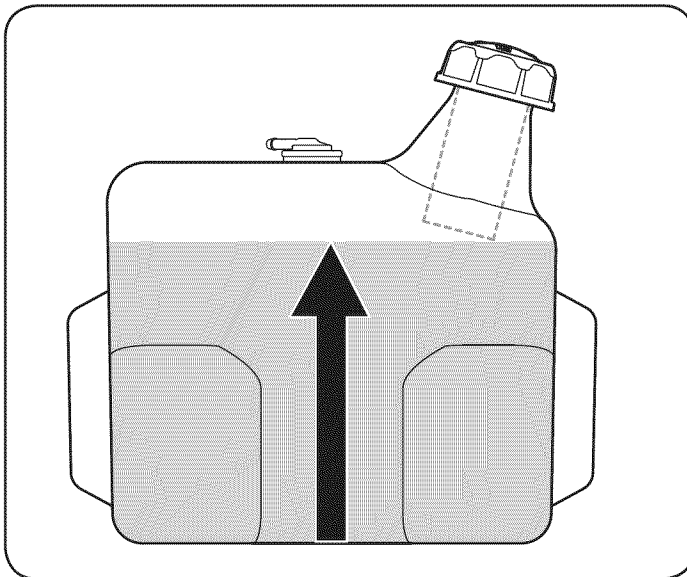

Figura 6
**NOTA:** El tractor está equipado con una tapa de atado, combustible trinquete. Deje de llenar el tanque una vez que el combustible es visto dentro de la boca de llenado. Esto asegura que una expansión del volumen adecuado se crea lo contrario, el combustible se puede derramar la creación de una situación peligrosa. **NO** rematar el tanque de combustible. Véase la figura. 6.